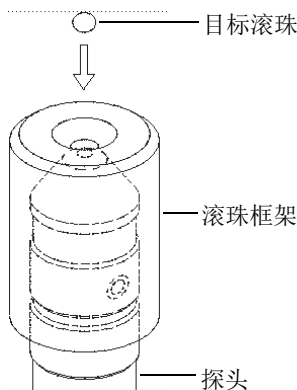

图 4-6 框架上的目标滚珠要与探头尖端对齐
3. **放上钢珠**：选择在随后的测量中要使用的目标滚珠，以及适用于滚珠尺寸的滚珠框架。这个框架要使目标滚珠的中心与探头尖端对齐。将滚珠放置于框架的上面。将框架套到探头的尖端上，使其向下滑动，直到不动为止，如第 81 页的图 4-6 所示。